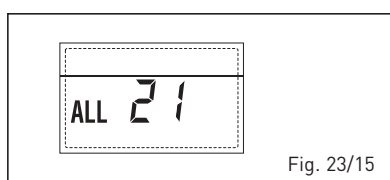

Fig. 23/15
- INTERVENTO TERMOSTATO SICUREZZA SECONDA ZONA MISCELATA “ALL 22” (fig. 23/16)